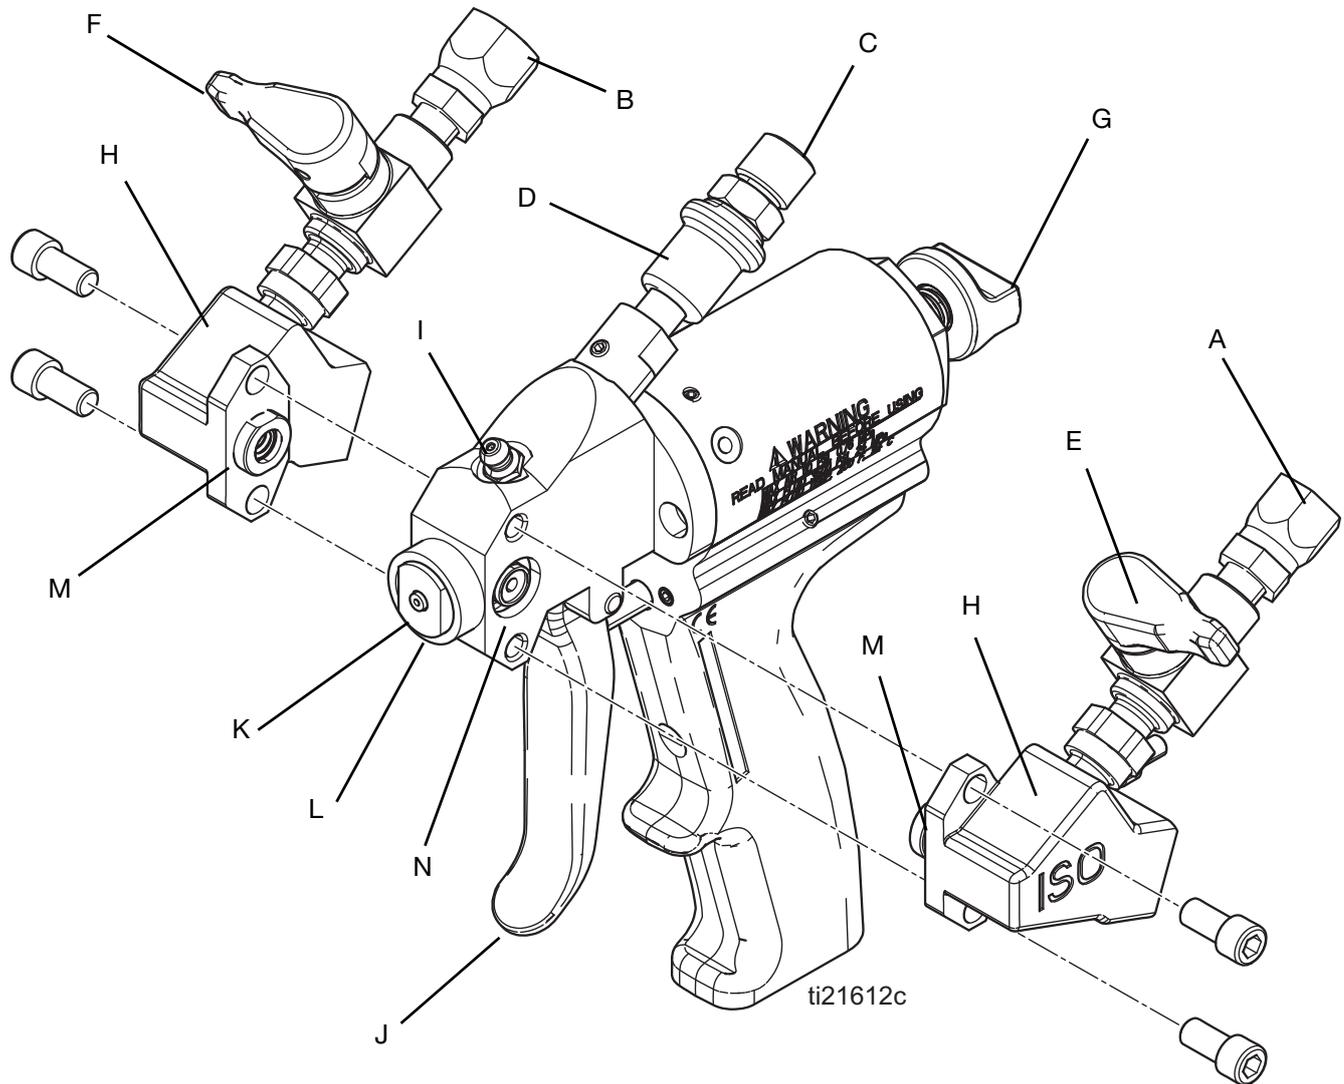

FIG. 1 Componentes de la Probler P2
3. Ponga el cierre de seguridad del pistón (G). Consulte **Cierre de seguridad del pistón**, página 12.
4. Conecte la manguera del lado A del isocianato a la conexión JIC ISO (A) y la manguera del lado B de resina a la conexión JIC RES (B) en la P2. Consulte la FIG. 1, página 8.
5. Conecte la manguera de suministro de aire NPS de 1/4 pulg. incluida con la P2 a la conexión de la manguera de aire de suministro (C). Consulte la FIG. 1, página 8.